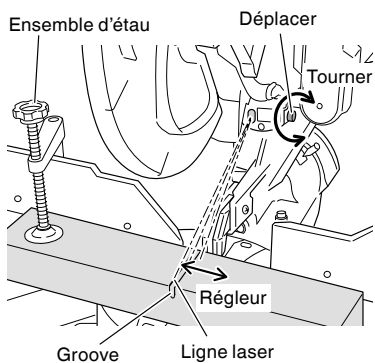
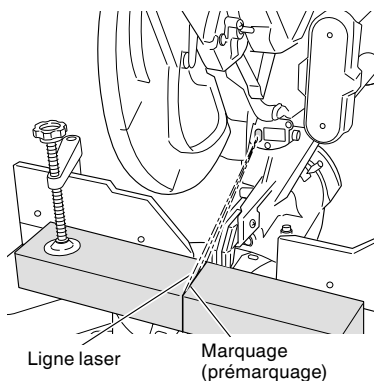

Fig. 20
Fig. 21
(2) Cela fait, tourner le réglage et décaler la ligne laser. (Quand on tourne le réglage dans le sens des aiguilles d'une montre, la ligne laser se décale vers la droite et quand on tourne le réglage dans le sens contraire des aiguilles d'une montre, la ligne laser se décale vers la gauche.) Si on travaille avec la ligne tracée à l'encre sur le côté gauche de la lame de scie, il faut aligner la ligne laser avec le côté gauche de la rainure. (Fig. 20) Si on travaille avec la ligne tracée à l'encre sur le côté droit de la lame de scie, il faut aligner la ligne laser avec le côté gauche de la rainure.
(3) Après avoir réglé la position de la ligne laser, tracer à l'encre une ligne à angle droit sur la pièce et aligner la ligne tracée à l'encre et la ligne laser. Pour aligner la ligne tracée à l'encre, faire glisser la pièce petit à petit et la maintenir dans un étau à l'endroit où la ligne laser chevauche la ligne tracée à l'encre. Effectuer un autre rainurage et vérifier la position de la ligne laser. Pour changer la position de la ligne laser, effectuer à nouveau les réglages prévus aux opérations (1) à (3).
**REMARQUE:** Vérifier et s'assurer périodiquement que la position de la ligne laser est convenable. Pour effectuer la vérification, tracer à l'encre une ligne perpendiculaire sur la pièce de 25/32" (20 mm) de hauteur et de 5-29/32" (150 mm) de largeur et s'assurer que la ligne laser est alignée sur la ligne tracée à l'encre. [L'écart entre la ligne tracée à l'encre et la ligne laser doit être inférieure à l'épaisseur de la ligne tracée à l'encre (0,5 mm)]. (Fig. 21)